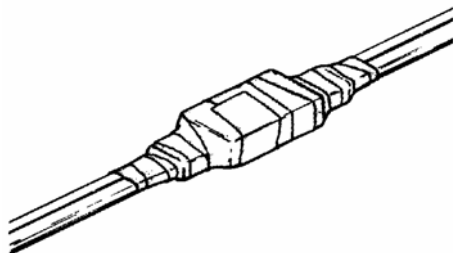

Рис. 13.9. Обмотка соединителя UDW2 лентой 88Т.
13.1.9. Обмотать соединитель двумя слоями ленты 88Т с перекрытием витков 50% (рис. 13.9).